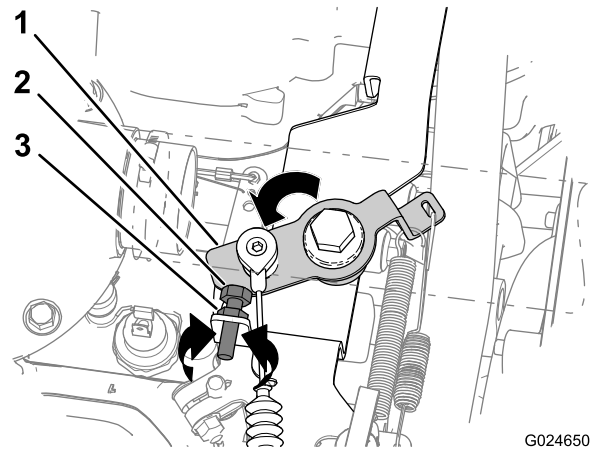

Bild 85
- A. Lösen Sie die Klemmmutter, mit der der Anschlag für den schnellen Leerlauf befestigt ist (Bild 85).
- Zum Verringern der Motordrehzahl nach rechts (Bild 85).
- Zum Erhöhen der Motordrehzahl nach links (Bild 85).
- C. Ziehen Sie die Klemmmutter an (Bild 85).
- D. Schieben Sie den Kippschalter gegen den Anschlag für den schnellen Leerlauf (Bild 85).
2. Schieben Sie den Umlenkhebel für die Gasbedienung mit der Hand gegen den Anschlag für den schnellen Leerlauf (Bild 85).
1. Schieben Sie den Kippschalter gegen den Anschlag für den schnellen Leerlauf und halten ihn gegen den Anschlag (Bild 85).
3. Wenn der Abstand zwischen dem Gaspedal und dem Boden (Bild 86) höher oder niedriger als 6,35 mm ist, führen Sie folgende Schritte aus, während Sie den Kippschalter gegen den Anschlag für den schnellen Leerlauf halten (Bild 85):